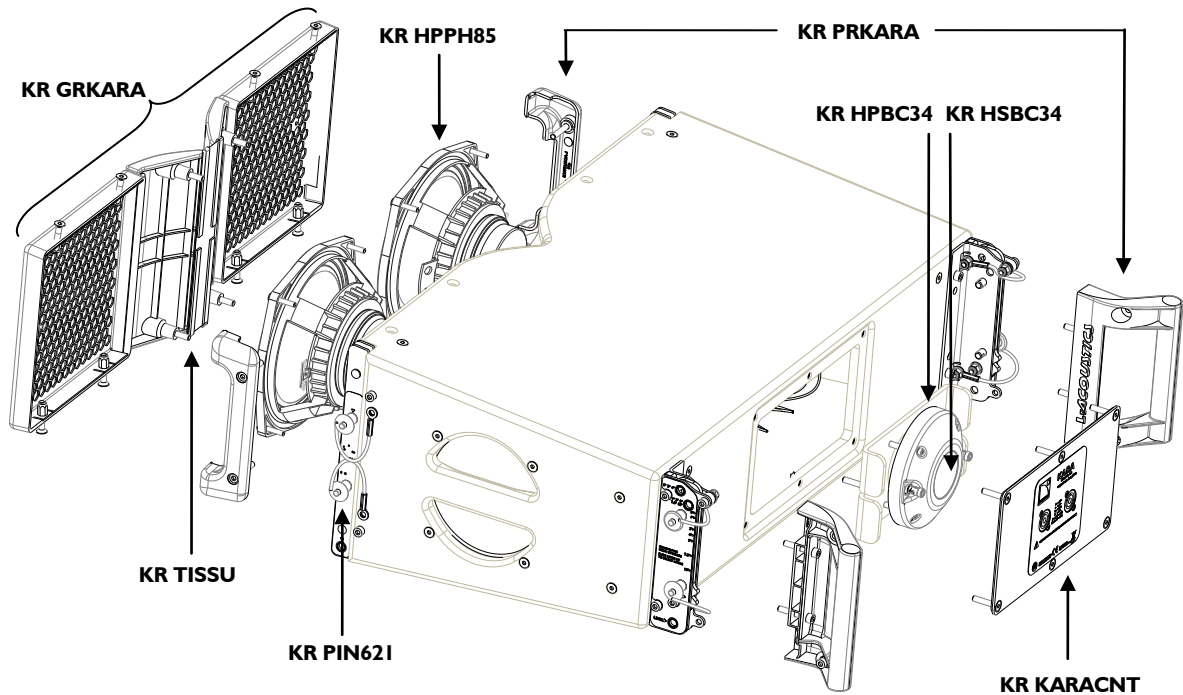

図 15: KARA の分解図
お客様に提供されるリプレースメントキットと参照する修理手順は図15と表6に示されています。表7はKARAの修理に必要な道具(メーカーから提供はありません)のリストとなります。
1. フロントのプロテクトELEMENTに6角ネジ 2個を差し込んでから、BLPスリングの端を取り付けます(図15で示されているように両方のスリングを調整します)。